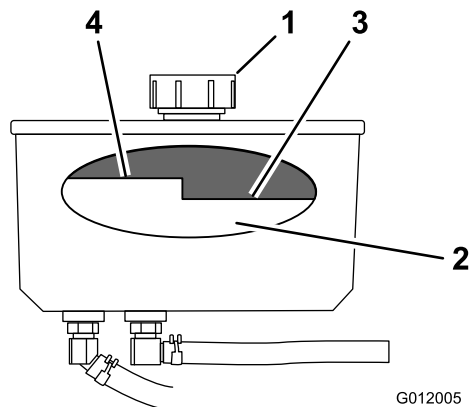

Figure 68
3. Nettoyez la surface autour du bouchon et du goulot de remplissage du réservoir hydraulique (Figure 68).
4. Enlevez le bouchon du goulot de remplissage (Figure 68).
- Remarque:** Lorsque l'huile est chaude, le niveau doit être en dessous du repère « à chaud » sur le déflecteur (Figure 68).